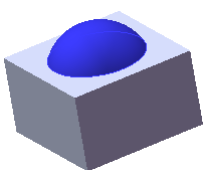
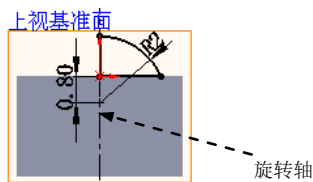
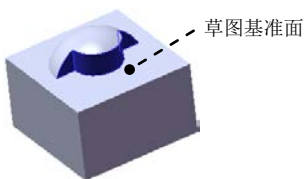
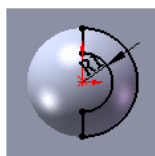

图 13.4.11 旋转 1
图 13.4.12 横断面草图
图 13.4.13 切除—拉伸 1
图 13.4.14 横断面草图
Step3. 创建图 13.4.11 所示的零件基础特征——旋转 1。
(1) 选择命令。选择下拉菜单 **插入(I)** → **凸台/基体(B)** →  **旋转(R)...** 命令。
(2) 定义特征的横断面草图。选取上视基准面作为草图基准面，绘制图 13.4.12 所示的横断面草图。
(3) 定义旋转轴线。采用图 13.4.12 所示的中心线作为旋转轴线。
(4) 定义旋转属性。在“旋转”对话框 **方向 1** 区域的  下拉列表中选择 **给定深度** 选项，采用系统默认的旋转方向。在  文本框中输入数值 360，选中 ☒ **合并结果(M)** 复选框。
(5) 单击  按钮，完成旋转 1 的创作。
Step4. 创建图 13.4.13 所示的切除—拉伸 1。选择下拉菜单 **插入(I)** → **切除(C)** →  **拉伸(E)...** 命令；选取图 13.4.13 所示的表面作为草图基准面，绘制图 13.4.14 所示的横断面草图；单击 **方向 1** 区域的  按钮，并在其下拉列表中选择 **完全贯穿** 选项。其他采用系统默认设置值。单击  按钮，完成切除—拉伸 1 的创作。